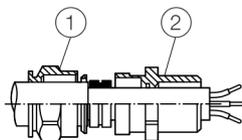

図 6: ケーブルグランドを締め付ける
IP 定格 IP66 / 67 は、ケーブルグランドとハウジングの間に黒色のネオプレンシールリングを取り付けることと、3.6 Nm の締め付けトルクを守ることによってのみ達成されます (図 6、アイテム ②)。ケーブルは極端な機械的負荷 (引張、ねじれ、粉碎などによる) から保護する必要があります。動作状況下でも、ケーブルエントリが密封されていることを確認する必要があります。お客様はケーブルの張力緩和装置を用意する必要があります。
5. ケーブルがシールリングでしっかりと封入されるまでケーブルグランドを締め付けます (図 6、アイテム ①)。ケースの規定トルクの 1.5 倍を超えて締め付けしないでください (組立説明書を参照)。